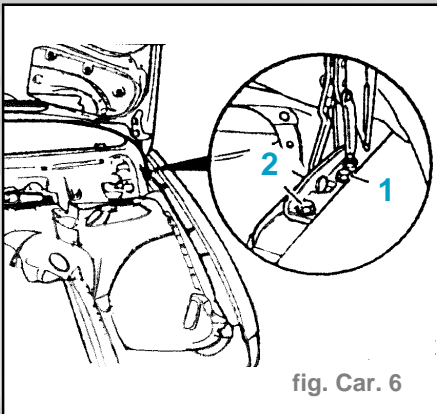

fig. Car. 6
- Déposer les vis (1) et (2) et intercaler ou retirer le nombre de cales qu'il faut pour que la hauteur du capot soit correcte (fig. Car. 6).